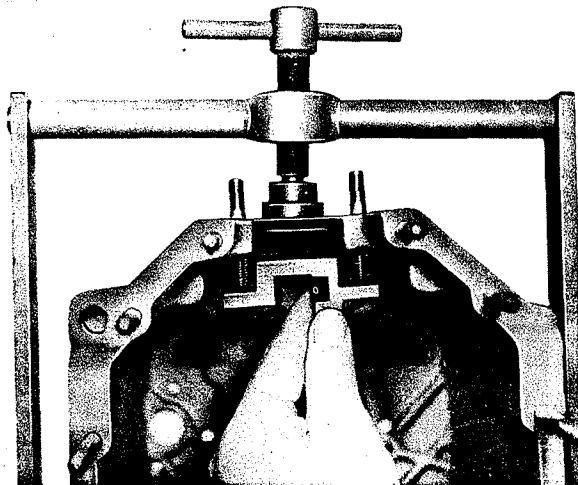

Fig. 22
Les goujons prisonniers qui sont remplacés dans les taraudages ouverts des deux côtés doivent être montés en utilisant du mastic d'étanchéité. Fixer les pièces de guidage (620 ou 626) ou (621 ou 625) sur la partie arrière du carter (120) et/ou sur la partie avant du carter (101) (fig. 22). Visser les écrous (102) et les assurer avec des rondelles élastiques (103), en les serrant à un couple de 20 à 25 N. m (soit environ 2,0 à 2,5 kg.m). Pour terminer, freiner l'écrou de 3 coups de pointeau.